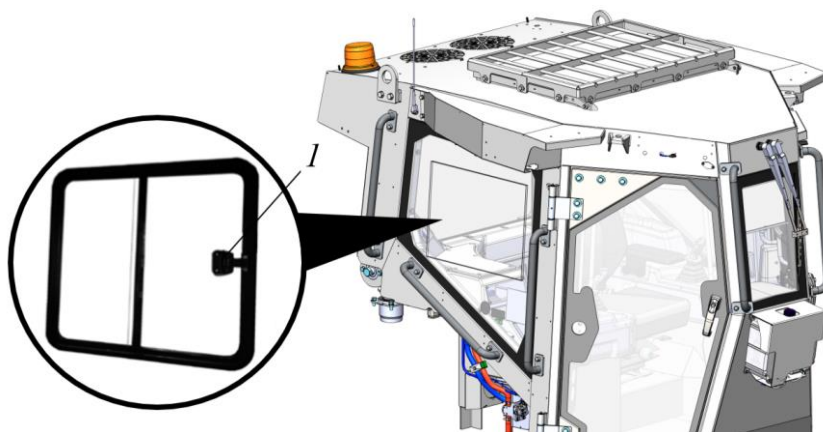

Рисунок 3.35. Сдвижное боковое окно
- ▶ Нажать на защелку 1, рис. 3.35.